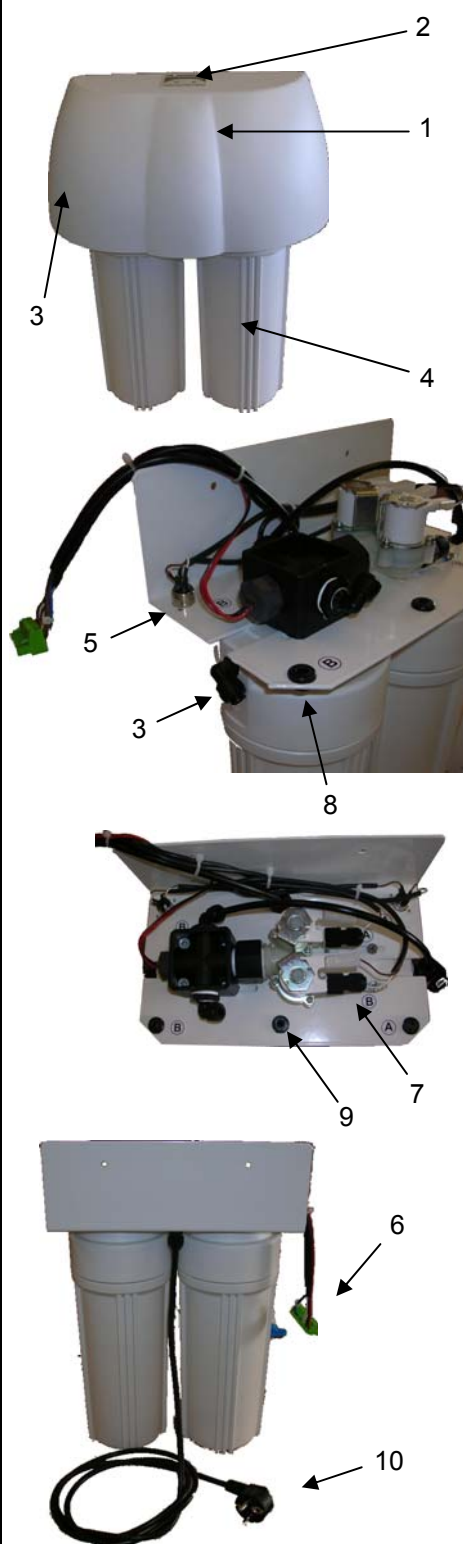

Рис. 2.1 Составные части деионизатора
Верхняя крышка (1 на Рис. 2.1) располагается сверху устройства; красный и зеленый индикаторы (2) показывают качество воды, обработанной деионизатором (установленное предельное значение составляет 15 $\mu\text{См/см}$). Зеленый индикатор загорается для указания, что проводимость произведенной воды ниже заданного предела; красный индикатор показывает, что качество воды стало неприемлемым и необходима замена картриджей со смолами.